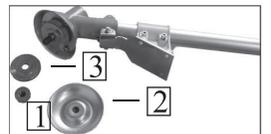

рис.6
6.5 Установка режущего ножа (рис.6)
6.5.1 Открутите гайку крепления ножа 1 (рис.6), поворачивая её по часовой стрелке.
6.5.2 Снимите нижнюю крышку 2 (рис.6) и прижимную шайбу 3 (рис.6) ножа со штанги гибкого вала.
6.6.1 Открутите гайку крепления ножа 1 (рис.6), поворачивая её по часовой стрелке.
6.6.2 Снимите нижнюю крышку 2 (рис.6) и прижимную шайбу 3 (рис.6) ножа со штанги гибкого вала.